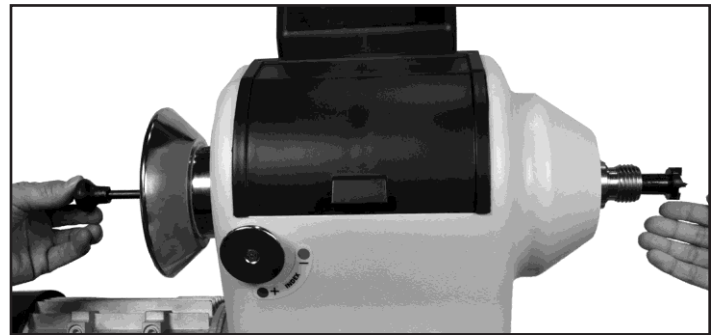

FIG. 13
E. VOLANT DE MAIN DE POIGNÉE DE QUEUE: La roue à main avance ou rétracte la plume. La poignée de verrouillage de la plume (D) doit être lâche pour déplacer la plume.
F. CONTRE-POINTE LIVE CENTER: Utilisé pour tourner entre les centres. Le Live Center (L, # D1) et la plume (# D6A) ont des cônes MT-2. Retirez le centre sous tension en rétractant la plume jusqu'à ce que le centre se desserre, ou utilisez la longue barre défonçable. **REMARQUE:** Soyez prudent et maintenez le centre en direct pendant ce processus afin qu'il ne s'envole pas sur le sol. Même processus qu'indiqué dans la figure 13 pour l'éperon centrer.
L'éperon centre (M, # B27) est utilisé pour tourner entre les centres. Il s'insère dans la broche. La broche et le centre d'éperon ont des cônes MT-2 assortis. Le centre de l'éperon peut être retiré de la broche avec la longue barre de débrayage (S). Insérez la barre défonçable à travers l'extrémité gauche extérieure opposée de la broche, puis frappez l'extrémité arrière du centre de l'éperon pour la faire sortir de la broche. **REMARQUE:** Soyez prudent et maintenez le centre d'éperon pendant ce processus afin qu'il ne s'envole pas sur le sol. Figure 13.